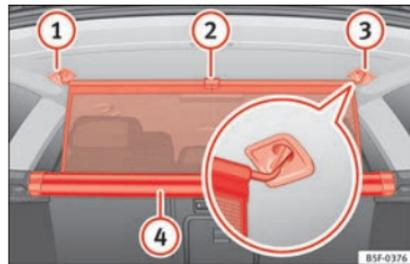

Fig. 168 En el maletero: enganchar la red de separación.
- Tire hacia arriba de la lengüeta »» fig. 168 (2) para sacar la red de la carcasa (4).
- Enganche la red de separación en el lado derecho (3) (imagen ampliada).
- Enganche la red de separación en el alojamiento del lado izquierdo (1) estirando la barra.